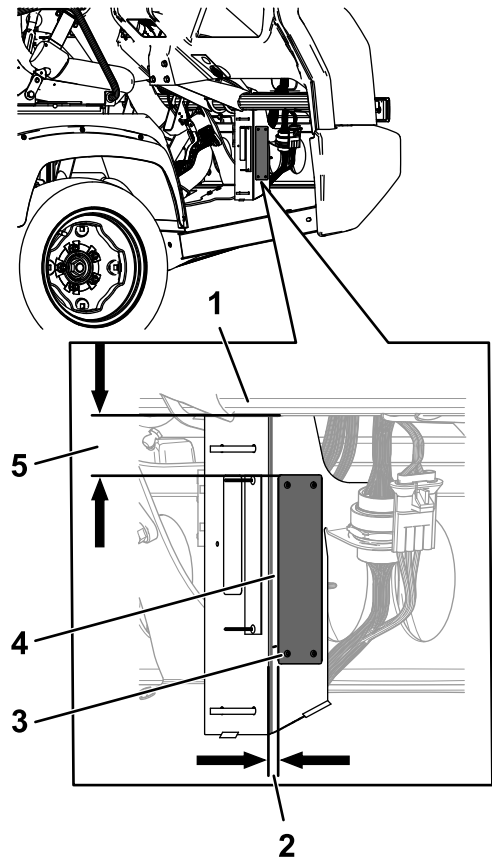

Figur 7
2. Stämpla serienumret på maskinen på den plats som visas i Figur 7.